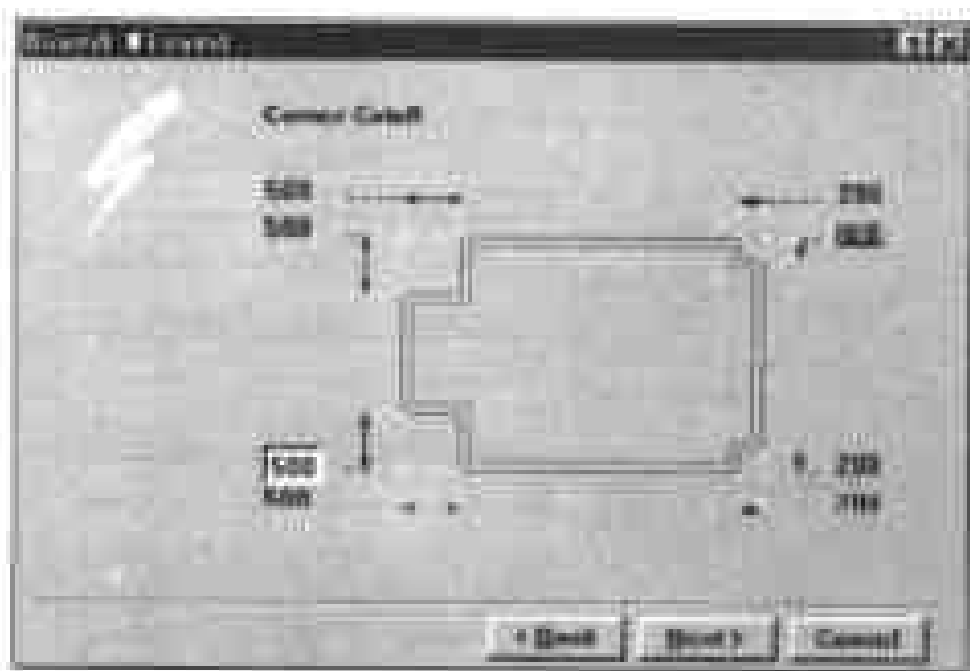

图 8-7 设置电路板边角缩进量
(6) 对话框中的其他选项用来设置板框所在层面、布线边界所在层面、线条宽度等电路板的各个属性,基本上取默认值即可。
(7) 设置好对话框中的各个选项之后,单击 Next 命令按钮,打开下一个对话框。在此对话框中显示出了用户所设置的电路板的示意图,并标出了电路板的宽度和高度,单击 Next 命令按钮,打开下一个对话框,如图 8-7 所示。